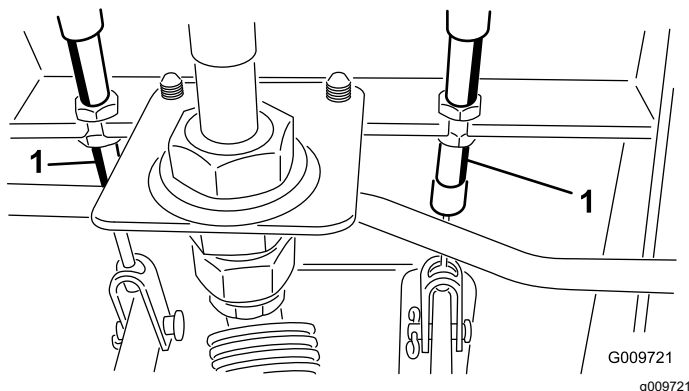

Bild 65
- A. Lockern Sie die vordere Mutter an der Gewindeseite des Bremszuges (Bild 65).